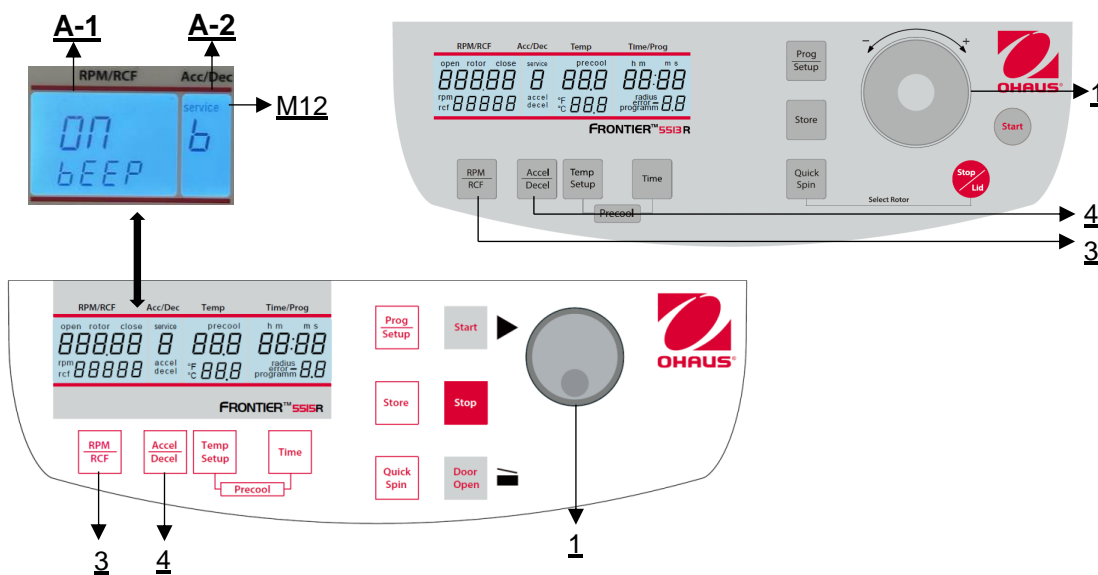

Figure 30
Procéder comme décrit au point 4.1.1 pour entrer dans ce mode de programmation et appuyer ensuite sur la touche "**Accel/Decel**" (4). Sur l'écran "**Acc/Déc**" (A-2), le mot "**Service**" (M12) clignote. Sélectionnez maintenant la lettre "**b**" à l'aide de la molette (1) Le mot "**ON/BEEP**" apparaît alors sur l'écran "**RPM | RCF**" (A-1). Après avoir appuyé sur la "**RPM | RCF**" (3), vous pouvez activer (On) ou désactiver (Off) le son du clavier à l'aide de la molette (1) (voir figure 30).